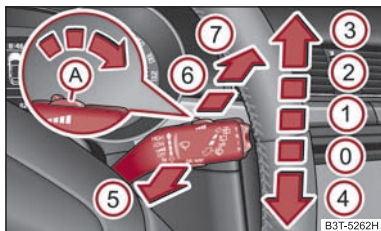

Abb. 63 Scheibenwischerhebel
Der Scheibenwischerhebel ⇒ Abb. 63 hat folgende Stellungen:
- Drücken Sie den Hebel vom Lenkrad weg in die Stellung **6** ⇒ Abb. 63, der Scheibenwischer wischt alle 6 Sekunden.
- Ist das langsame ② ⇒ Seite 76, Abb. 63 oder schnelle ③ Wischen eingeschaltet und die Geschwindigkeit des Fahrzeugs sinkt unter 4 km/h, wird automatisch in eine niedrigere Wischstufe geschaltet. Bei der Geschwindigkeitserhöhung über 8 km/h wird das vorherige Wischen wieder hergestellt.
Wenn der Scheibenwischerhebel in der Stellung ② ⇒ Seite 76, Abb. 63 bzw. ③ ist, führt der Heckscheibenwischer bei einer Geschwindigkeit über 5 km/h alle 30 Sekunden bzw. 10 Sekunden einen Wischvorgang aus.
- Drücken Sie fünf mal hintereinander innerhalb von 5 Sekunden den Bedienungshebel in die Stellung ⑥ ⇒ Seite 76, Abb. 63.
Zum Reinigen der Scheinwerfer kommt es nach dem ersten und nach jedem fünften Bespritzen der Frontscheibe, wenn das Ablend- oder Fernlicht eingeschaltet ist und der Scheibenwischerhebel ca. 1 Sekunde in der Position ⑤ ⇒ Seite 76, Abb. 63 gehalten wurde.
- Drücken Sie danach innerhalb von 10 Sekunden den Scheibenwischerhebel in die Position ④ ⇒ Seite 76, Abb. 63 - die Wischerarme fahren in die Servicestellung.